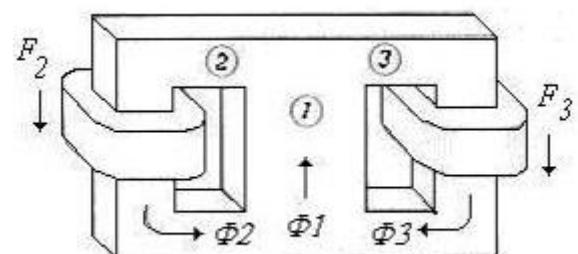

Fig. 7
8.-El mismo núcleo de acero colado del problema 6, bobinas idénticas de 500 vtas. en las extremidades exteriores con el sentido del bobinado que se muestra en la Fig. 7. De nuevo  $\phi_3 = 0,173$  mWb. Halle las corrientes en las bobinas.